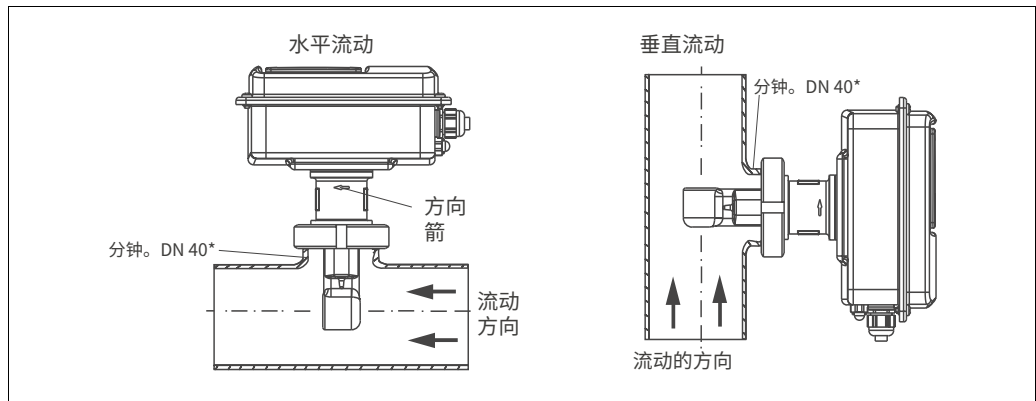

图 14: CLD132 紧凑型安装
1、安装 Smartec S CLD132 或传感器时，请确保传感器的流向开口朝向介质的流动方向。传感器上的方向箭头便于定位（参见上面的图 14）。